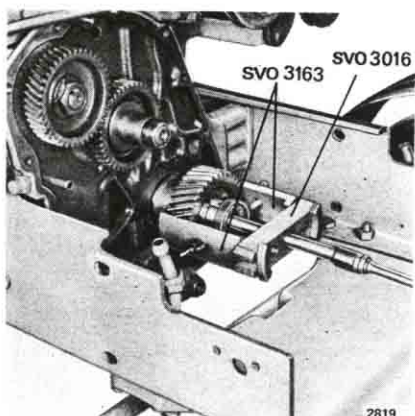

Fig 32. Demontering av vevaxeldrev.
5. Dra av vevaxeldrevet, kamaxelns inre drev och drevet för insprutningspumpens drivning med avdragare SVO 3016 och avdragararmar SVO 3163, se fig 32.